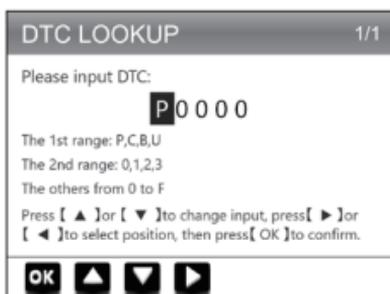

Figure 6.1.2
1. Sélectionnez LOOKUP et appuyez sur [OK] pour accéder à cette fonction. (Voir Figure 6.1.2) Appuyez sur les touches fléchées (haut et bas) pour modifier l'entrée, puis appuyez à nouveau sur les touches fléchées (gauche et droite) pour sélectionner la position. Appuyez sur [OK] pour confirmer.